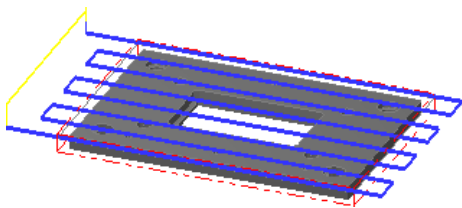

图 2.9 刀具路径
Step11. 单击“2D 刀具路径-平面铣削”对话框中的 按钮，完成加工参数的设置，此时系统将自动生成图 2.9 所示的刀具路径。